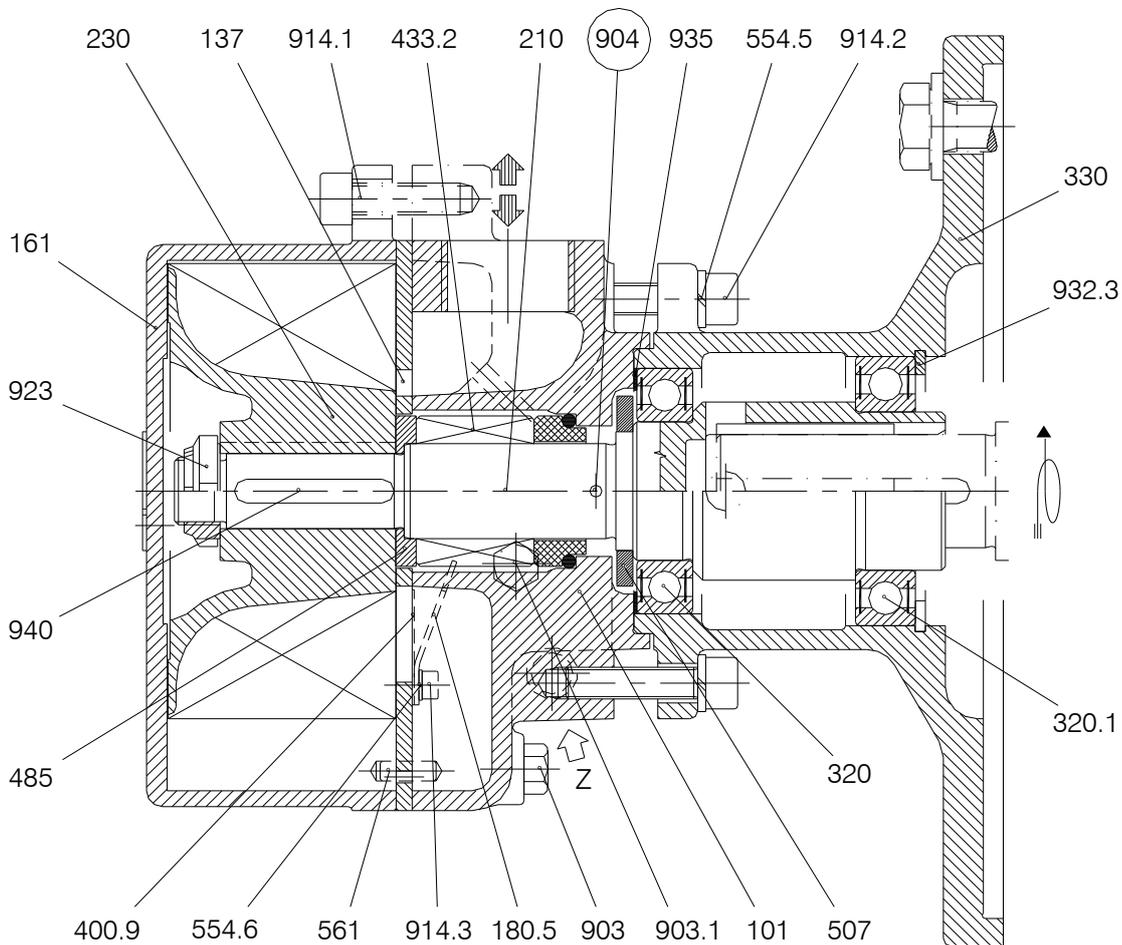

Fig. 5 - TRVX 255/1/N (avec moteur type NEMA)
1.3 – DÉMONTAGE pour la VERSION /1/N (avec moteur type NEMA: voir la fig. 5 du chapitre 5)
2.2 – ASSEMBLAGE pour VERSION /1/N (avec moteur de type NEMA: voir fig. 5 du chapitre 5)